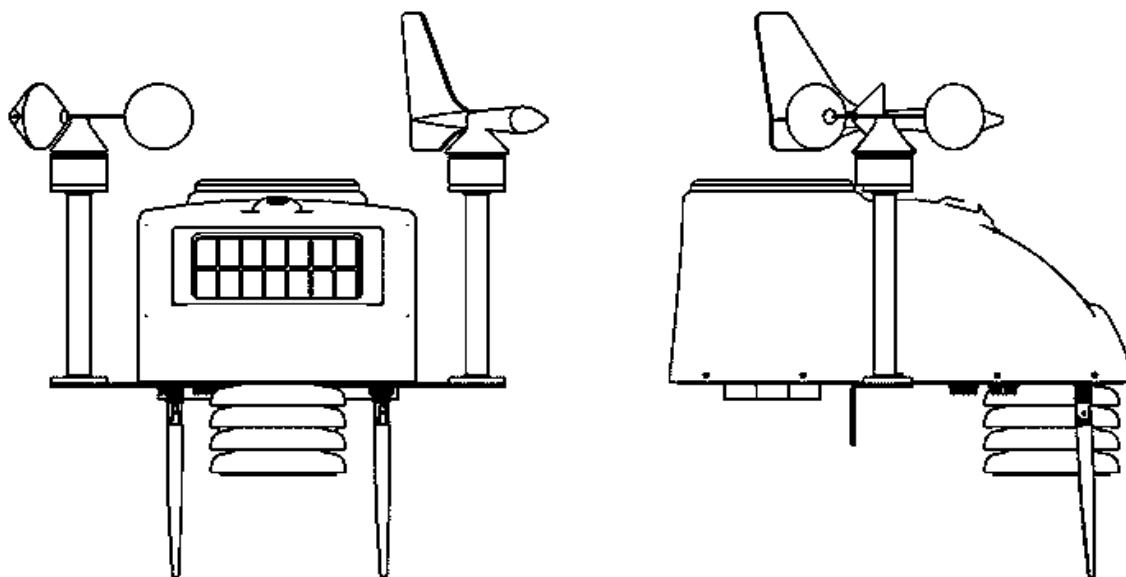

Рисунок 1 - Внешний вид станций «СОКОЛ-М1»
2.7. Внешний вид станций «СОКОЛ-М1» приведен на рис. 1.